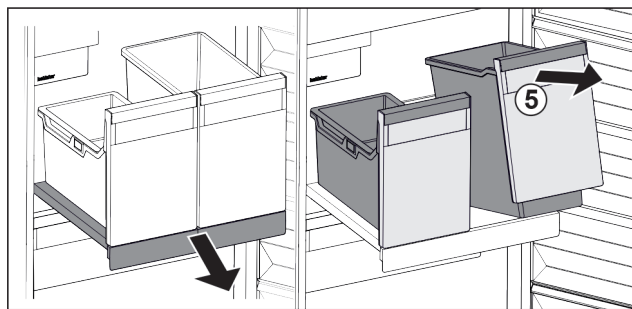

Fig. 25
- ▶ Повдигнете съда Fig. 25 (5) отпред.